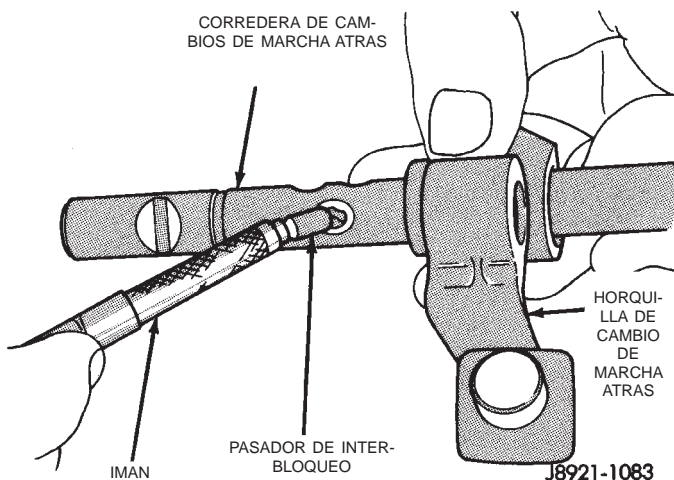

Fig. 79 Desmontaje de pasador de interbloqueo de corredera de cambios de marcha atrás
(32) Retire el pasador de interbloqueo de la corredera de cambios de marcha atrás (Fig. 79).